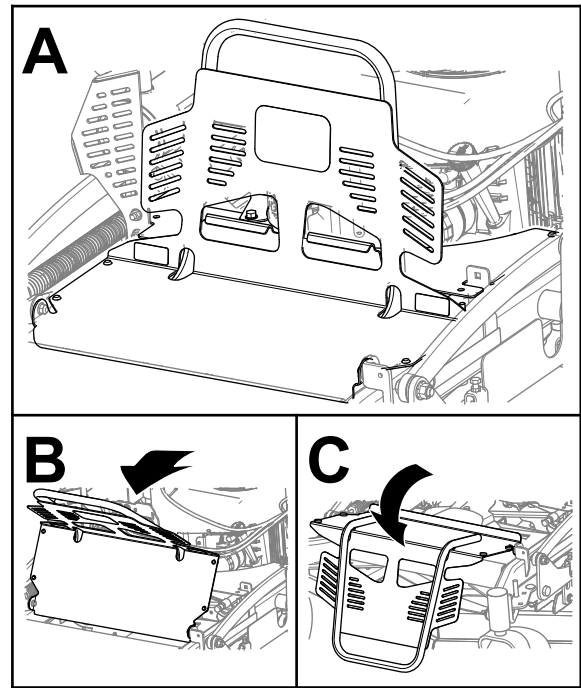

**Bild 33**
1. Entfernen Sie die Schraube und die Ansatzmutter, die den Motorschutz an der Schutzverlängerung befestigen (Bild 33).